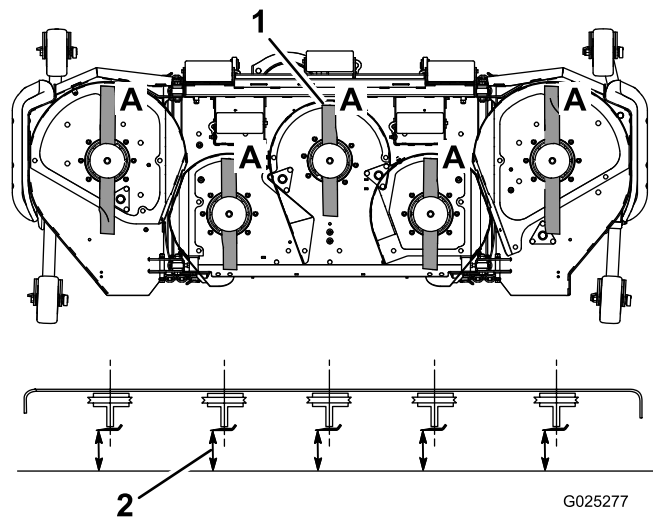

Figure 26
3. Tournez les lames dans le sens longitudinal (Figure 26).
4. Mesurez la distance entre la surface plane et le tranchant (position A) des lames (Figure 26). Notez cette valeur.